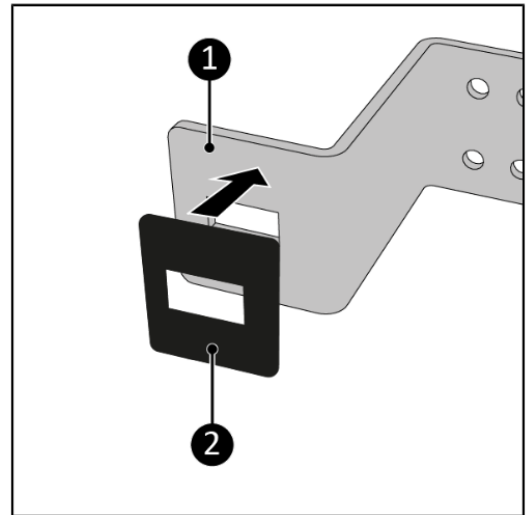

Figura 5.
6. Lipiți șmirghel (Figura 5, articolul 2) pe interiorul părții inferioare a suportului(11) (Figura 5, elementul 1).